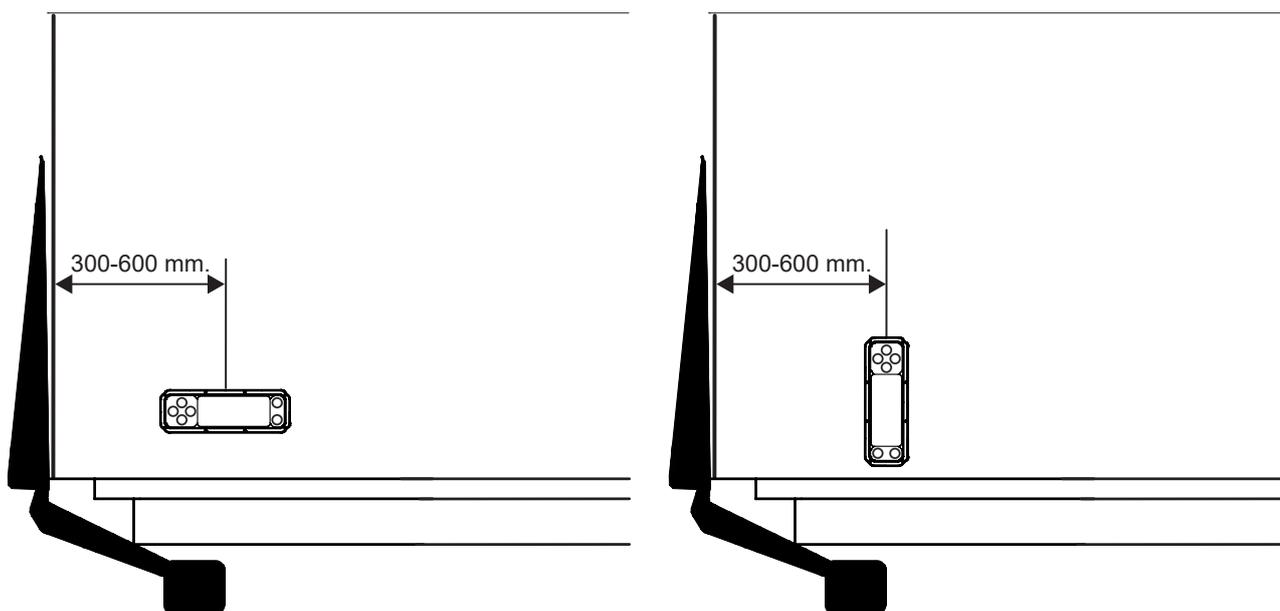

Figura 62. Montaje del actuador
5. A continuación, monte el actuador en el armario. Figura 62